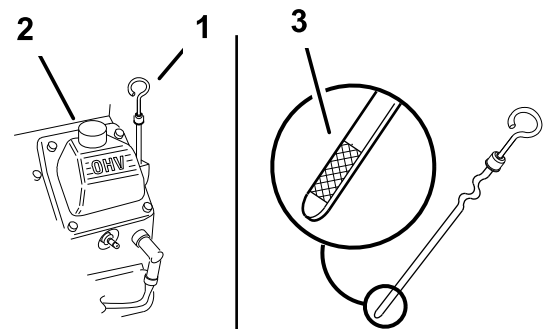

図 16
2. 給油口からごみが入ってエンジンを傷つけないように、ディップスティック (図 16) の周囲をウェスできれいに拭く。
3. ディップスティックを抜き取り、付いているオイルをウェスで拭きとってもう一度完全に差し込む (図 16)。
オイルの量がディップスティックの FULL 位置までであればよい (図 16)。